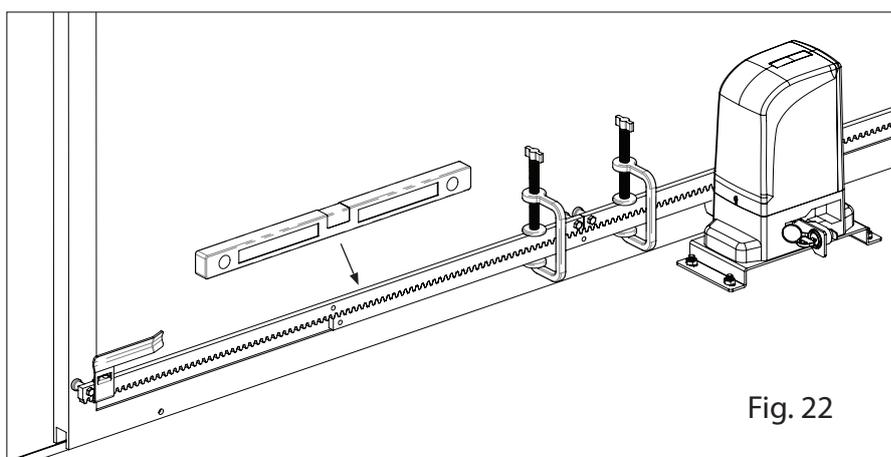

Fig. 22
- e) Recostar y/o apoyar otro elemento de cremallera al anterior, utilizando un pedazo adicional de cremallera para sincronizar los dientes de los dos elementos (Fig. 22)